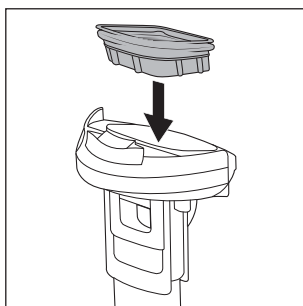

Fig. 28
- ♦ Quando os componentes estiverem secos, coloque o filtro de sujidade **10** novamente na tampa do reservatório de água suja **9** (ver fig. 28).